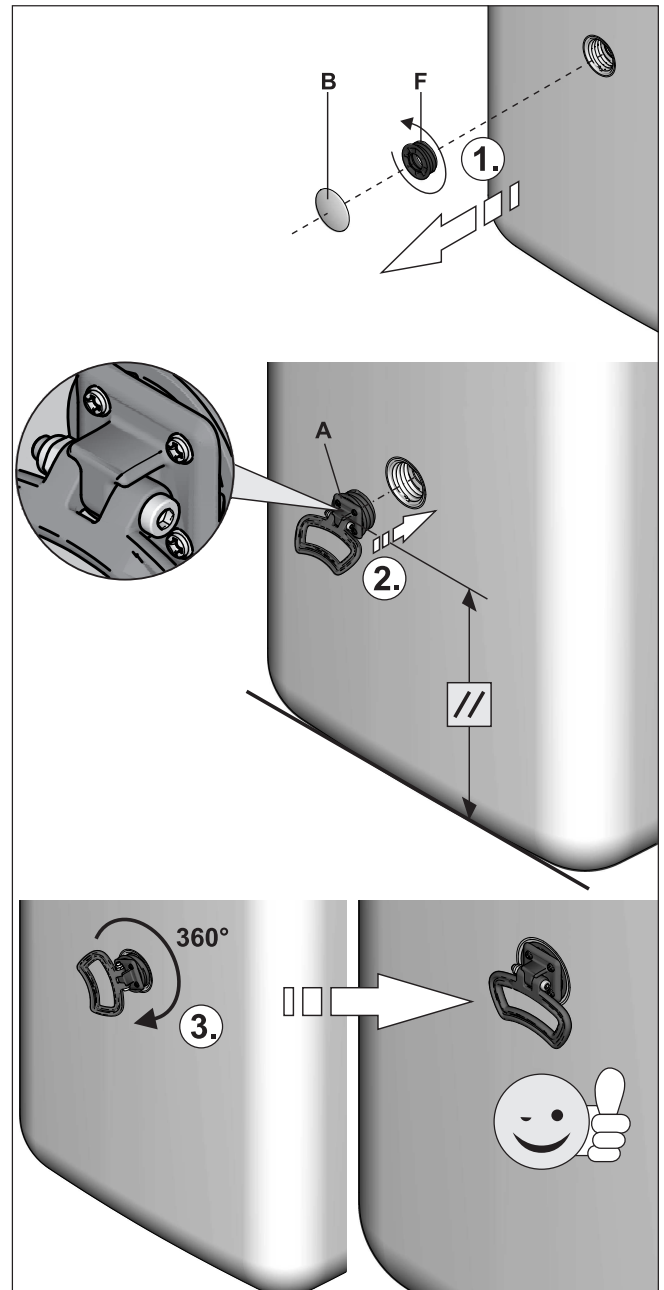

Fig. 64-6 Montar as pegas
- 2 Retirar as tampas (Fig. 64-6, pos. B) do depósito do acumulador e desenroscar os elementos roscados (Fig. 64-6, pos. F) das aberturas nas quais as peças devem ser montadas.
- 3 Enroscar as pegas (Fig. 64-6, pos. A) nas aberturas roscadas que ficaram livres.